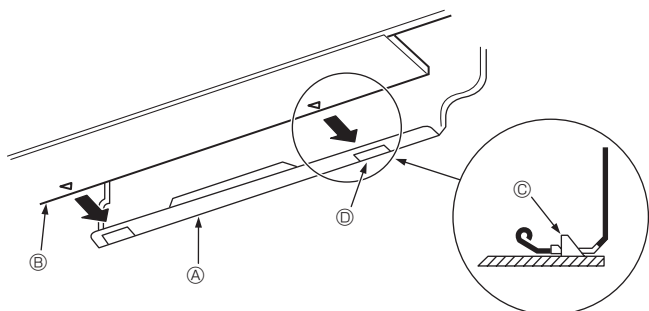

Fig. 3-10
5. Закрепите блок, вдвинув его нижнюю часть в монтажную плиту ⓐ. (Fig. 3-10)